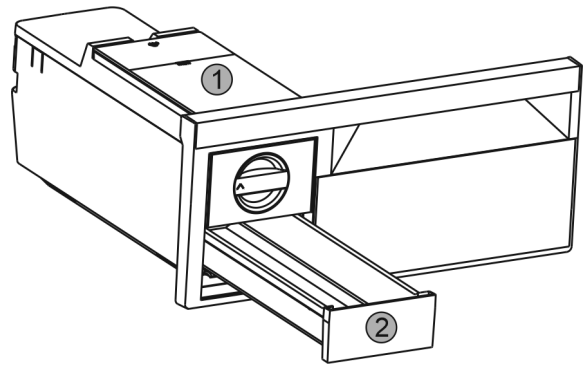

Fig. 37
► Enlever le réservoir d'eau Fig. 37 (1) et le tiroir à glaçons Fig. 37 (2).